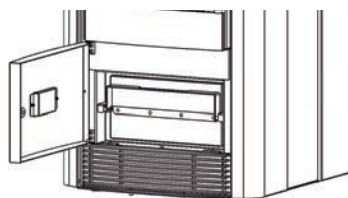

Fig. 9
- Riposizionare il tappo, i dadi ed il cassetto raccogli-cenere, facendo attenzione a chiuderlo correttamente sollevando la maniglia per riportarla alla posizione di partenza. ( Fig. 9 )